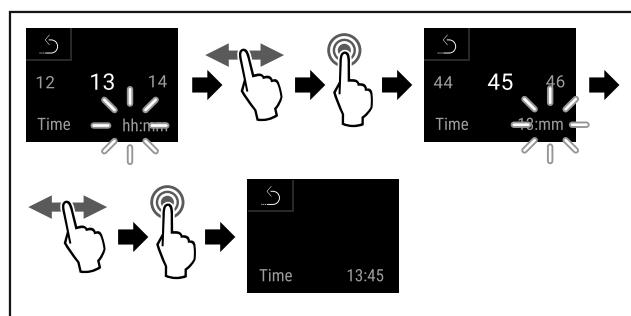

Fig. 56
- Seguir los pasos de procedimiento (consulte Fig. 56).